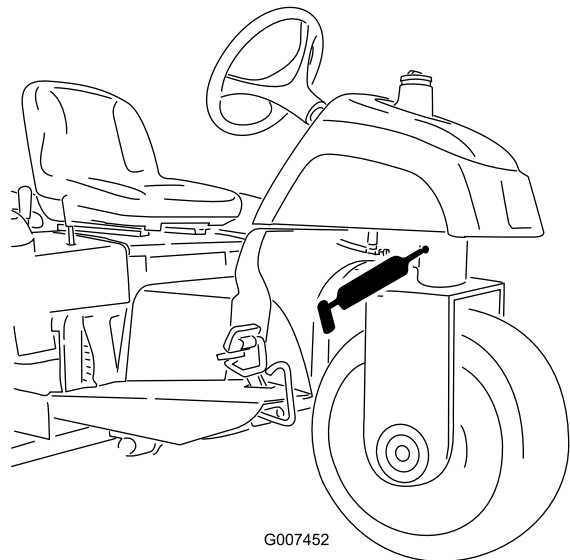

Figura 26
- Articulação da direção (Figura 26)
Nota: O bocal de embeber na articulação da direção (Figura 26) necessita de um adaptador de bico de pistola de pulverização. Encomende a peça nº 107-1998 da Toro ao seu distribuidor autorizado Toro.